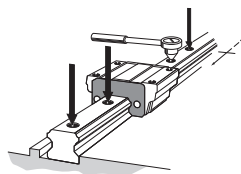

图10 全锁紧装配螺栓
(4) 使用扭矩扳手,将装配螺栓按规定的扭矩拧紧。(请参照图10 B1-101、表1和表2)